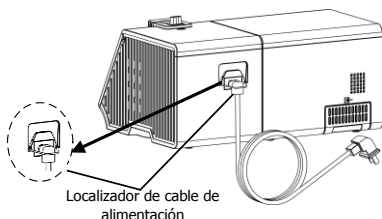

Fig. 11-4
(2) Presiona el casillero del cable de alimentación y fija el cable de alimentación y el conector de alimentación. La función del armario es evitar que el cable de alimentación se caiga del puerto de alimentación, como se muestra en la Fig. 11-4.
(3) Inserte el enchufe del cable de alimentación en la toma de corriente.